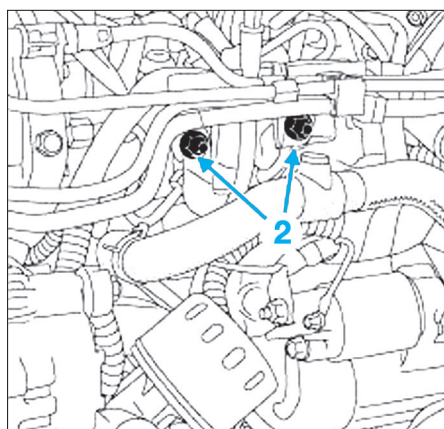

Fig. 38
- les écrous de fixation (2) du guide de la jauge de niveau d'huile (Fig.38),